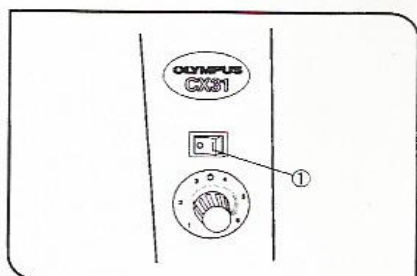

图 4
- ▲ 连接电源线前，确信主开关①拨在“0”（OFF）位置。（图 4）